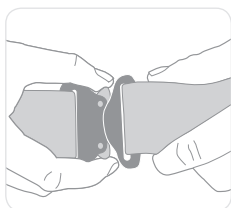

Figura 10
- Suelte las hebillas de liberación rápida ajustadas en las correas del pecho y piernas (consulte la figura 10).